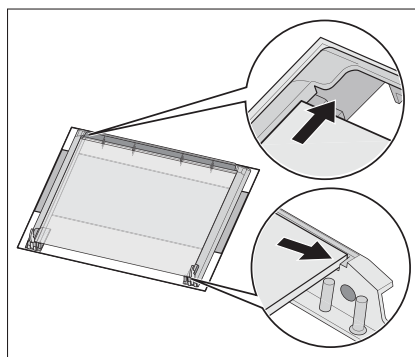

Fig. 10
- b) la vitre supérieure doit être remontée comme indiqué sur la Fig. 10.